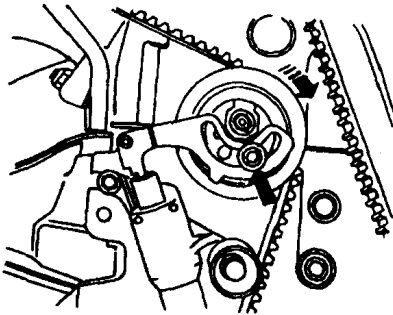

图 1-26
⑥用专用工具 Torx T45 按图 1-26 箭头方向松开正时带张紧轮，然后向下压正时带张紧轮，取出正时带。
(2) 安装（调整配气正时）在维修时仅脱开凸轮轴正时带轮上的正时带，也应调整配气正时。